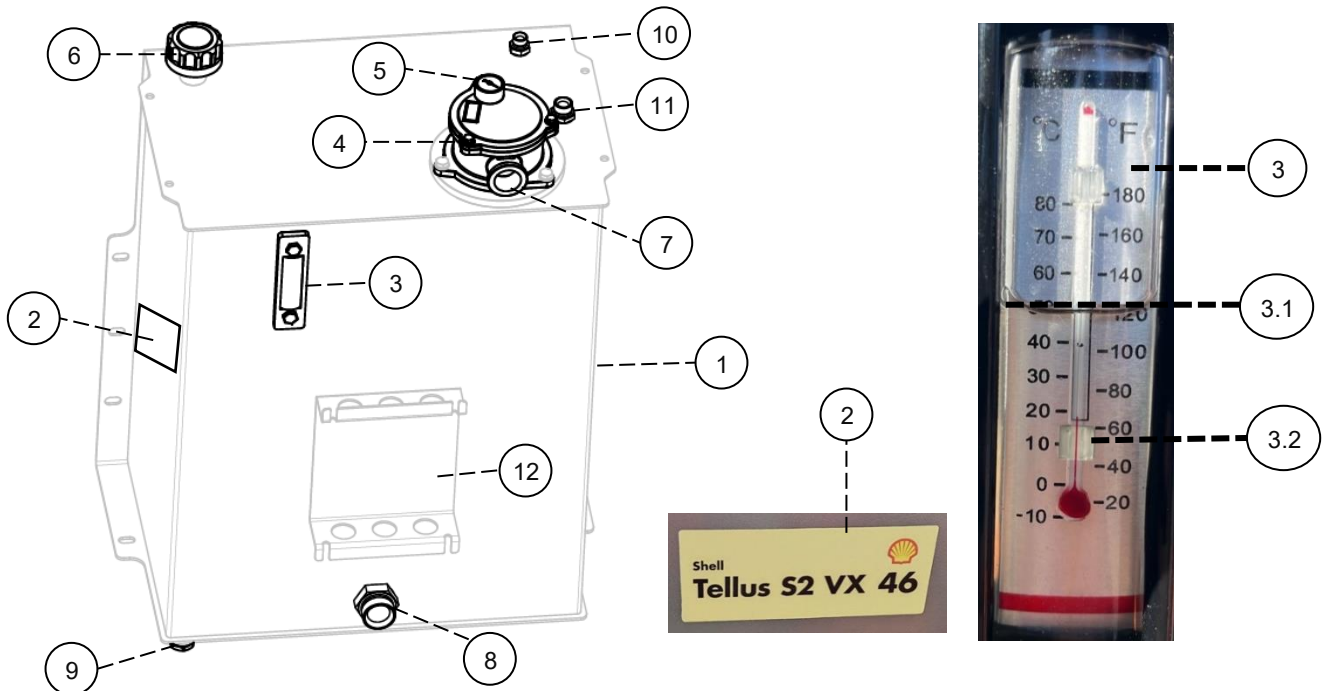

Abb. 36
Der **Ölstand** sollte in der Mitte (3.1) des Schauglases (3) sein – siehe Abb. 36. Vor dem Nachfüllen von Öl müssen die Oberflächen im Einfüllbereich gereinigt werden, um ein Eindringen von Schmutz und Verunreinigungen in den Tank zu verhindern.
Öltemperatur, es ist ein Thermometer (3.2) in das Schauglas (3) integriert – siehe Abb. 36. Es ist wichtig, die Öltemperatur zu überprüfen. Die Öltemperatur (3.2) kann einfach auf einer Skala von -10–80 C° abgelesen werden. Die Öltemperatur sollte 80 C° NICHT überschreiten. Schalten Sie bei einer höheren Öltemperatur die Zapfwelle des Traktors aus und warten Sie, bis die Öltemperatur auf 40–50 C° gesunken ist.